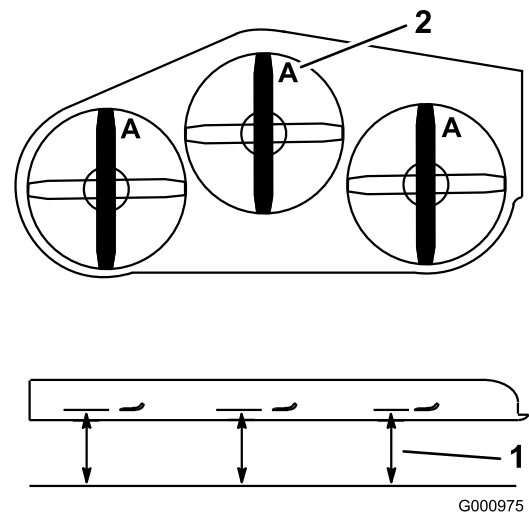

Figura 73
2. Meça desde uma superfície nivelada até à extremidade de corte, posição **A**, das lâminas (Figura 73).